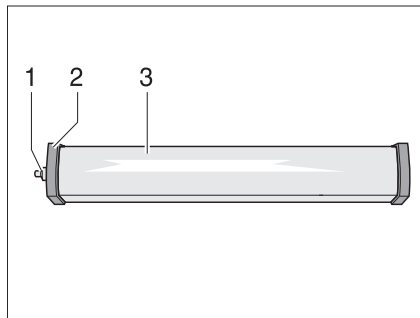

Fig. 257 Luz del habitáculo
- Desatornillar la caperuza (Fig. 257,1).
- Retirar la tapa (Fig. 257,2).
- Comprimir ligeramente la cubierta de la luz (Fig. 257,3) y retirarla.